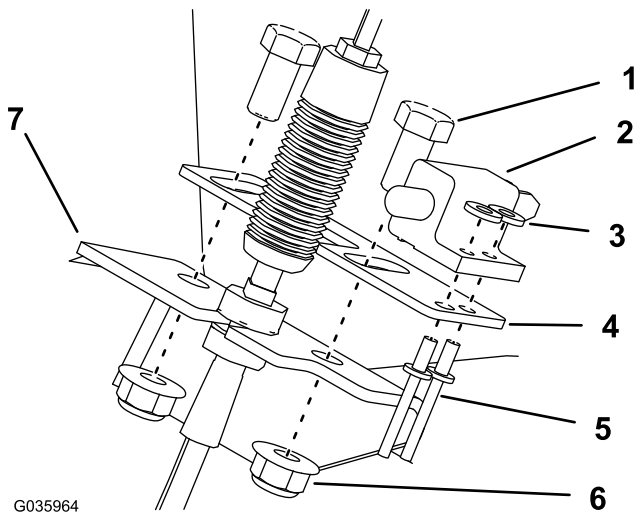

Figura 10
1. Instale el interruptor del embrague en el soporte del interruptor del embrague con los 2 remaches ciegos y las 2 arandelas planas (3/16"), tal y como se muestra en Figura 10.
2. Instale el interruptor del embrague y el soporte del interruptor del embrague en el soporte del cable del embrague con los 2 pernos (3/8" x 3/4") y 2 tuercas (3/8"), según se muestra en Figura 10.